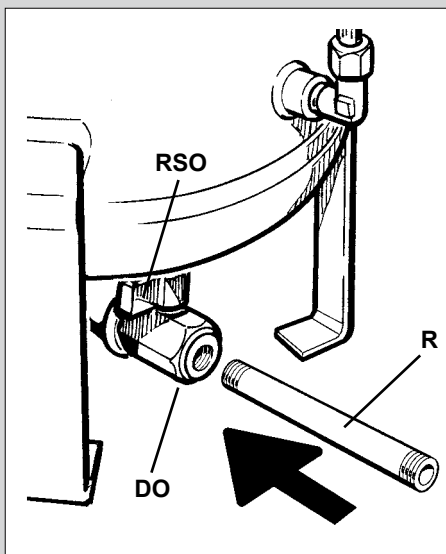

Рис. 46
- Подсоедините имеющийся в комплекте патрубок **R** с одной стороны к соответствующей емкости, куда будет сливаться масло, с другой – к патрубку **DO**, сняв с него предварительно заглушку (рис. 46)
- Откройте кран **RSO** и начните сливать масло (рис. 46)